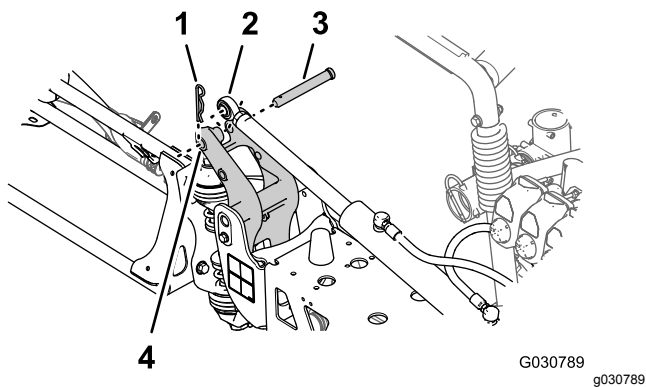

**Figura 135**
- Alinhe os casquilhos da união da articulação com os orifícios nas flanges do suporte da articulação na extremidade da secção da rampa central (Figura 135).